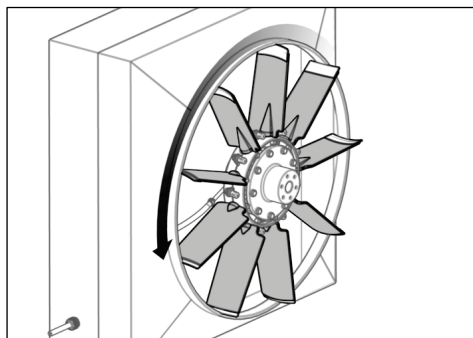

Fig. 34
- 29) Manually rotate the fan (see Fig. 34).